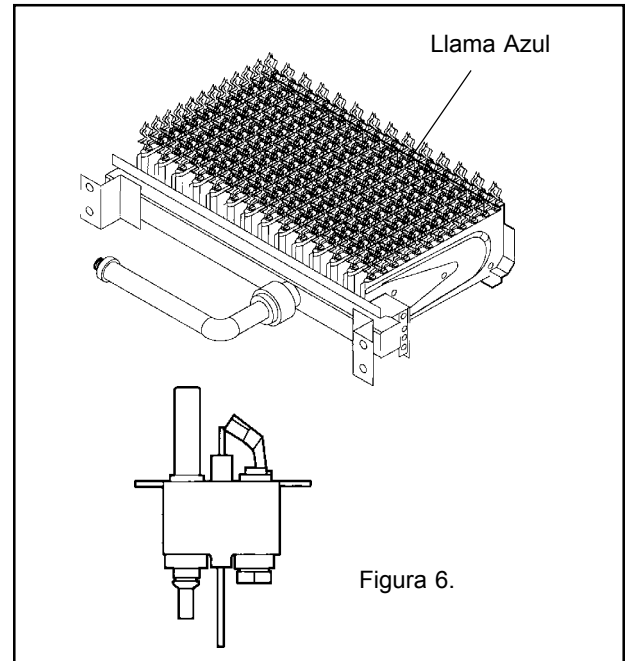

Figura 6.
2. Inspeccione visualmente el quemador principal y la llama del piloto del quemador (en los modelos milivoltios). El color normal de la llama es azul. Cuando la llama aparece de color amarillo, los quemadores deben ser inspeccionados y limpiados; véase Figura 6.